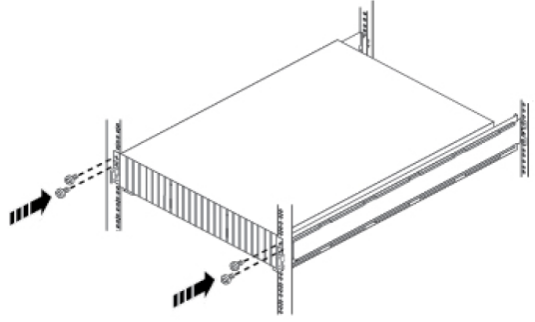

Рисунок 26. Закрепление передней части дисковой полки.
2.1. Соедините порт 1 процессора СХД А, расположенного в нижнем разьеме процессорной полки с дисками, с портом А контроллера дисковой полки А (LCC А), расположенного в нижней части дисковой полки. Рисунок 26 маркер [1]
2.2. Соедините порт 1 процессора СХД В, расположенного в верхнем разьеме процессорной полки с дисками, с портом А контроллера дисковой полки В (LCC В), расположенного в верхней части дисковой полки. Рисунок 26 маркер [2]